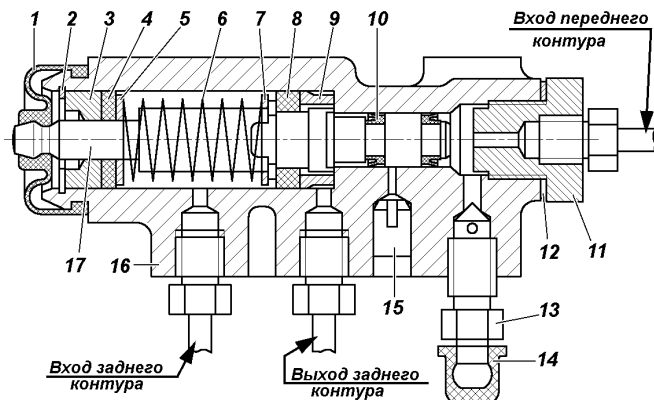

Рис. 9.32. Регулятор давления:
**Регулятор давления.** На автомобилях, не оснащенных антиблокировочной системой тормозов, устанавливается механический регулятор давления, действующий на задние тормоза (рис. 9.32), который обеспечивает оптимальное распределение тормозных сил по осям автомобиля и не допускает опережающую блокировку задних колес. При обслуживании проверяйте работоспособность регулятора давления. Очищайте регулятор от грязи и проверяйте надежность его крепления. Внешним осмотром убедитесь, что регулятор и детали его привода не имеют повреждений, отсутствуют подтекания тормозной жидкости и люфты в соединении стойки с упругим рычагом и кронштейном на заднем мосту.
При нажатии на педаль тормоза поршень 17 (рис. 9.32) регулятора давления должен выдвинуться из корпуса на 1,7 - 2,3 мм. Отсутствие хода поршня, а также его недостаточный или чрезмерный ход свидетельствует о неисправности регулятора или его привода.
3. Заверните болт 4 (рис. 9.33) до соприкосновения его с хвостовиком поршня 17 (см. рис. 9.32) регулятора.